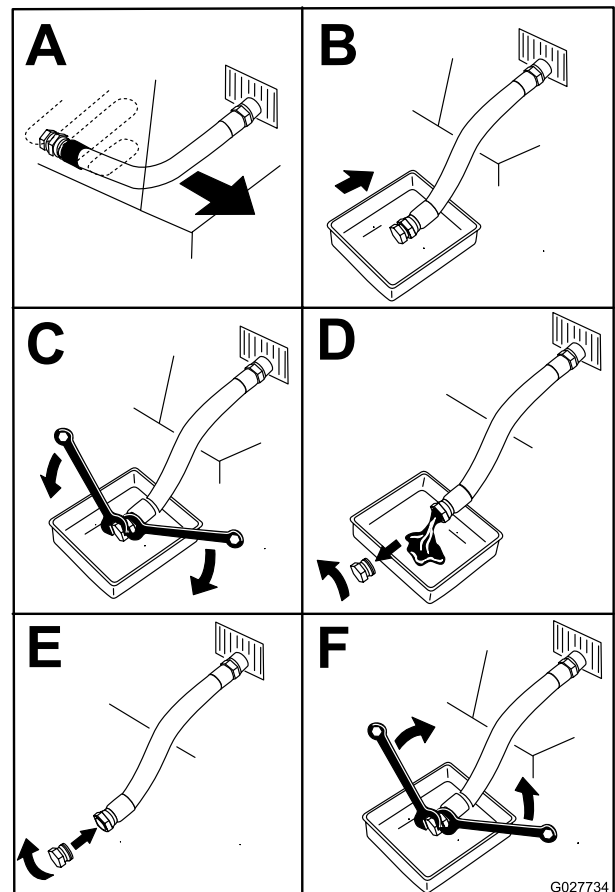

Figura 48
4. Prima di scendere dal posto di guida dell'operatore, spegnete il motore, togliete la chiave di accensione e attendete che si fermino tutte le parti in movimento (Figura 48).